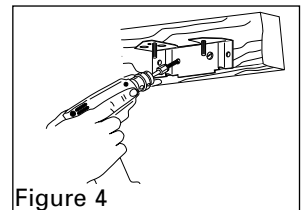

Figure 4
1. Mount bracket to joist using the two wood screws provided (Figure 4).
2. Mount sidemount bracket to joist using the two wood screws provided (Figure 4).
1. Fixez le support à la solive en utilisant les deux vis à bois fournies (Figure 4).
2. Monter le support de montage latéral sur la solive avec les deux vis à bois fournies (Figure 4).